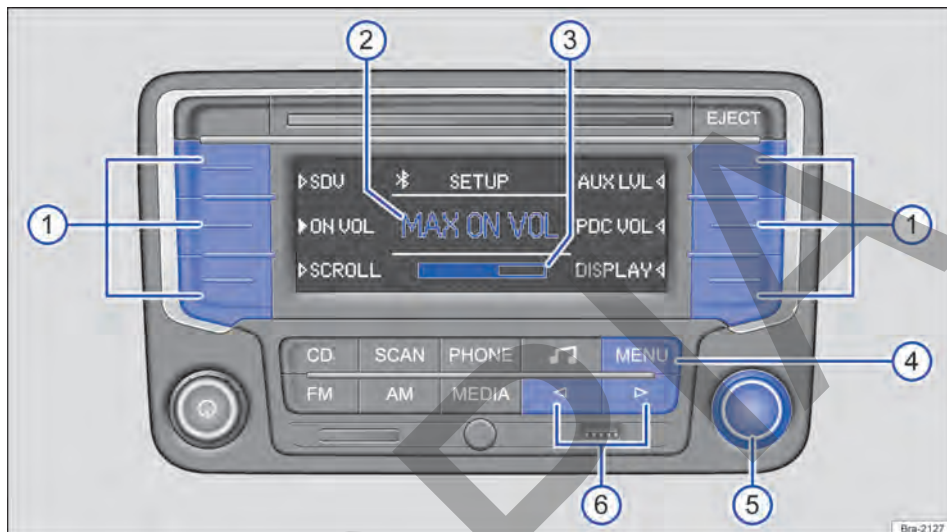

Fig. 138 Menú SETUP: defina el volumen inicial.
- Pulse la tecla del equipo **MENU** en cualquier menú → fig. 138 (4).
- Pulse las teclas de función para abrir el menú de ajuste correspondiente → fig. 138 (1).
- Gire la tecla de ajuste para modificar el ajuste actual → fig. 138 (5).
- **O:** pulse brevemente la tecla del equipo **◀** o **▶** para modificar el ajuste actual → fig. 138 (6).
- **O:** si se pulsa brevemente la tecla del equipo **MENU** → fig. 138 (4).
→ fig. 138 ② y, debajo, la barra de volumen
→ fig. 138 ③.